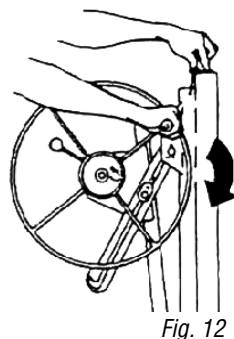

Fig. 12
7. En tenant la barre coulissante en position déverrouillée, appuyez sur les sections télescopiques du cadre avec votre main gauche. L'ensemble de treuil se déplacera vers le mât du cadre (fig. 12).